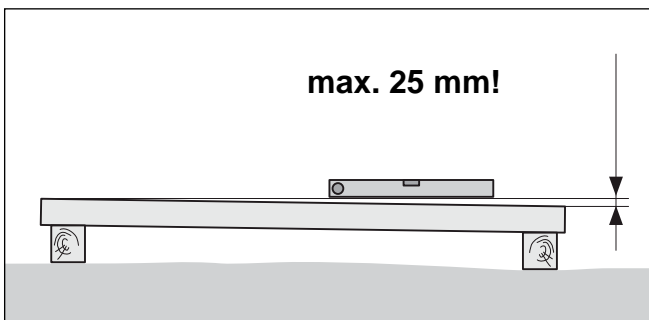

Abb. 1
- Sie muss waagrecht sein, d. h. nach der Begradigung eine Toleranz von max. 25 mm zur Beckenquerabmessung haben (Abb. 1)!